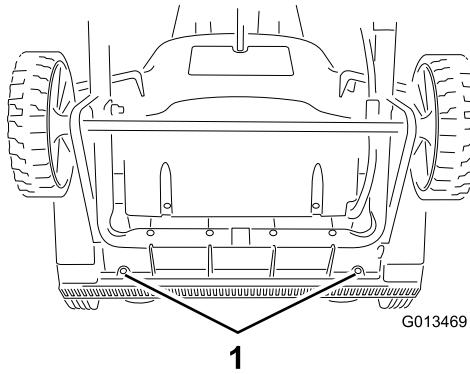

Figure 14
1. Retirez la vis de chaque plaque latérale qui fixe la lame racleuse (Figure 13) et les 2 vis sous la machine (Figure 14) qui fixent la lame racleuse à la machine.